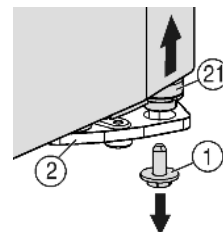
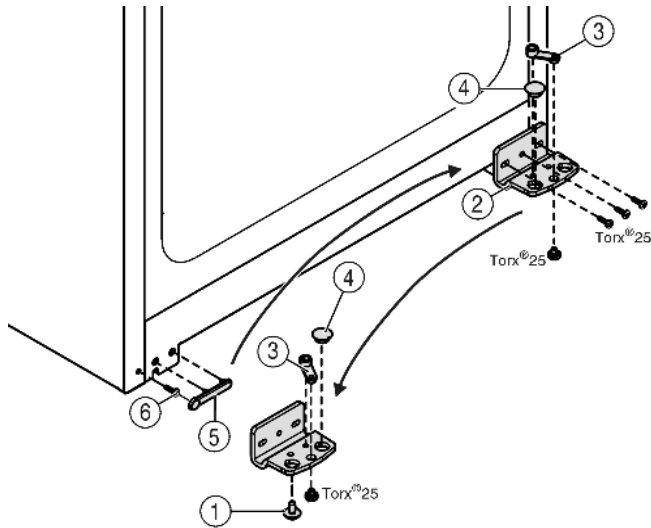

Fig. 5
Fig. 6
- ▶ Apačioje dešinėje iš atraminės gembės išsukite fiksavimo varžtą Fig. 5 (1).
- ▶ Atraminis varžtas Fig. 5 (21) atsilaisvina iš atraminės gembės Fig. 6 (2).
- ▶ Jeigu atraminis varžtas Fig. 5 (21) neatsilaisvins, tuomet varžtą išspauskite iš apačios.
- ▶ Atsukite atraminę gembę Fig. 6 (2).
- ▶ Atsukite atraminę detalę Fig. 6 (3) ir perkeltite į priešingoje atraminės gembės pusėje esančią tvirtinimo angą bei vėl priveržkite.
- ▶ Ištraukite kaištį Fig. 6 (4) atraminės gembės ir perkeltite į priešais esančią atraminės gembės tvirtinimo angą.
- ▶ Rankenos pusėje atsargiai nukelkite dengiamąją plokštelę Fig. 6 (5).
- ▶ Išsukite varžtą Fig. 6 (6) ir jį vėl įsukite kitoje pusėje.
- ▶ Vėl uždėkite dengiamąją plokštelę Fig. 6 (5).
- ▶ Atraminę gembę Fig. 6 (2) kitoje lanksto pusėje priveržkite tvirtai (su 4 Nm), jei reikia, akumuliatoriniu atsuktuvu.
- ▶ Fiksavimo varžtą Fig. 5 (1) įsukite apačioje į atraminį varžtą ir priveržkite (su 4 Nm).